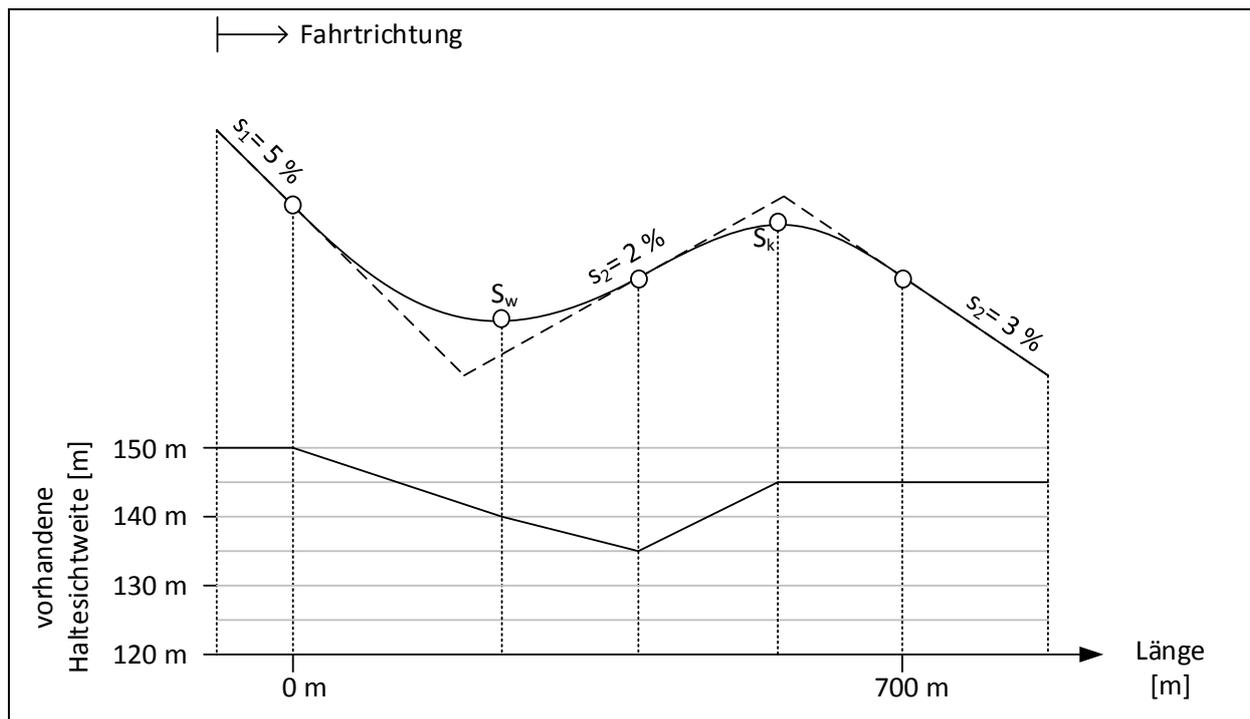

Bild 3
- Überprüfen Sie mit Hilfe des nachfolgenden Diagramms, ob die erforderliche Haltesichtweite in der angegebenen Fahrtrichtung eingehalten worden ist. Ergänzen Sie dazu die erforderliche Haltesichtweite im oben abgebildeten Bild 3. Gehen Sie vereinfachend davon aus, dass der Verlauf der Haltesichtweite zwischen dem Beginn von Kuppe bzw. Wanne und dem jeweiligen Scheitelpunkt linear verläuft!